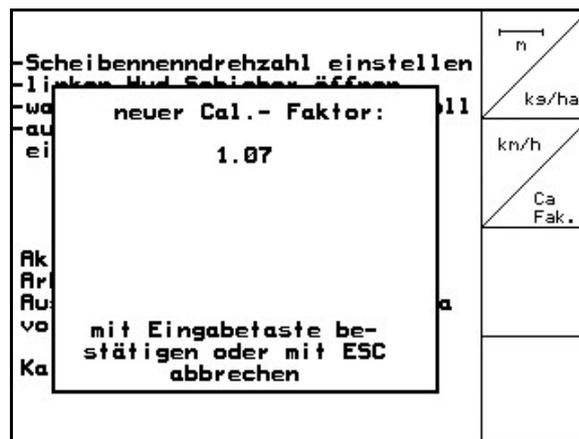

Fig. 55
6. Le nouveau facteur d'étalonnage s'affiche et est confirmé avec la fonction  ou rejeté avec la fonction  (Fig. 55).